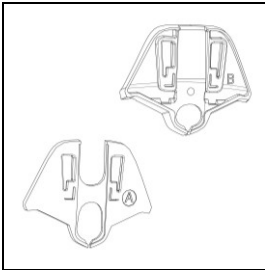

Fig. 1
- Selezionare l'adattatore più idoneo per la conformazione calotta del proprio modello di casco (Fig. 1).